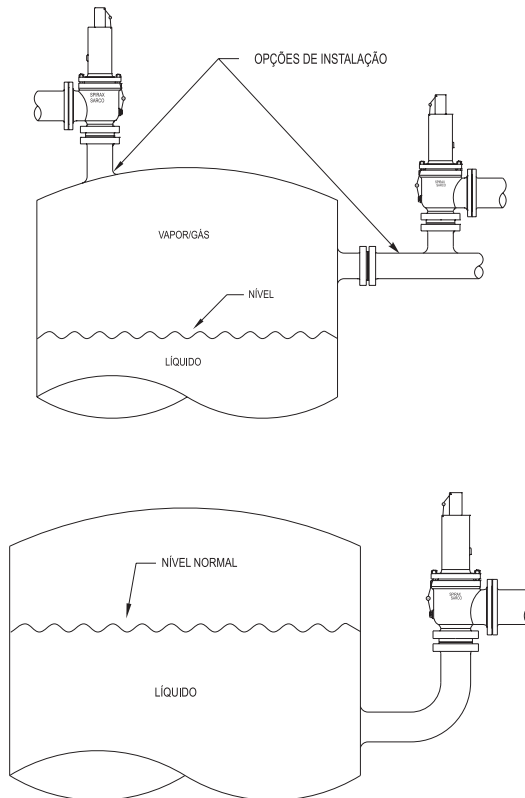

Figura 01
- Válvulas de Segurança e Alívio utilizadas em serviços com gases ou vapores, devem ser instaladas no vaso, na área de vapor/gás acima do nível de qualquer líquido contido, ou na tubulação conectada à esta área do vaso a ser protegido. Válvulas de Segurança e Alívio utilizadas em serviços com líquidos, devem ser instaladas abaixo do nível normal do líquido. (código ASME Seção VIII, UG135(a)) **(Figura 01)**.